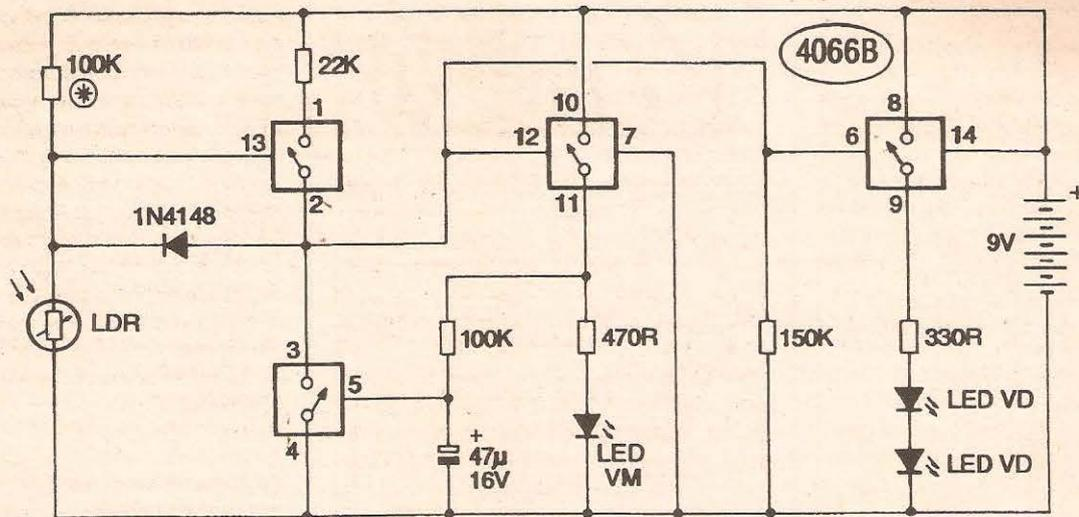

Fig. 1
- FIG. 1 - DIAGRAMA ESQUEMÁTICO DO CIRCUITO - Usamos, no centro ativo do circuito, um integrado da família digital CMOS que não aparece muito frequentemente nas montagens de APE... Trata-se do 4066 (na falta deste, também pode ser usado o 4016, sem qualquer outra modificação no circuito...), que contém 4 *chaves bilaterais*, todas elas por um mero nível digital aplicado ao seu terminal de controle (com nível *alto* a chave *liga* e com nível *baixo* a chave *desliga*...). Num arranjo de boa engenhosidade, as quatro chaves contidas no integrado são usadas em funções diversas e até não convencionais, porém com excelentes resultados em termos de simplificação circuital, sensibilidade e confiabilidade no funcionamento...! Vejamos, da esquerda para a direita (como é convencional analisar-se os diagramas...) o funcionamento geral do circuito: o LDR e o resistor de 100K (este pode ter seu valor alterado, experimentalmente, na faixa que vai de 22K até 680K, para adequação eventual a níveis muito fora do *normal*, de luminosidade ambiente